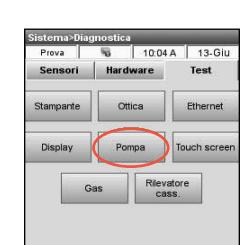

Figura 4: Gestore di sistema> Diagnostica> Test> Pompa
2. Premere **Pompa** (Figura 4) se si vuole controllare il funzionamento del motore della pompa: la pompa dovrebbe girare facilmente senza eccessivo rumore. Questo test verifica automaticamente tutte le velocità utilizzate durante la normale attività (7.5–120 rpm) quindi una volta terminato il test, ritorna alla scheda Diagnostica> Test.